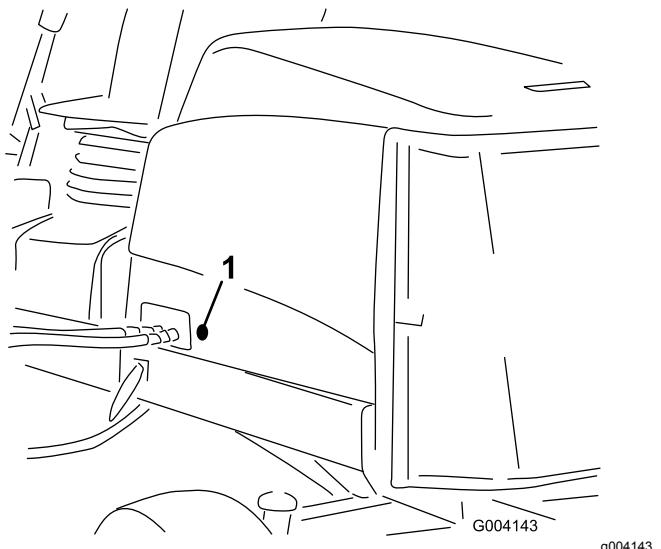

Figura 16
- Togliete l'anello passacavi in gomma dal foro nel lato sinistro del cofano (Figura 16).